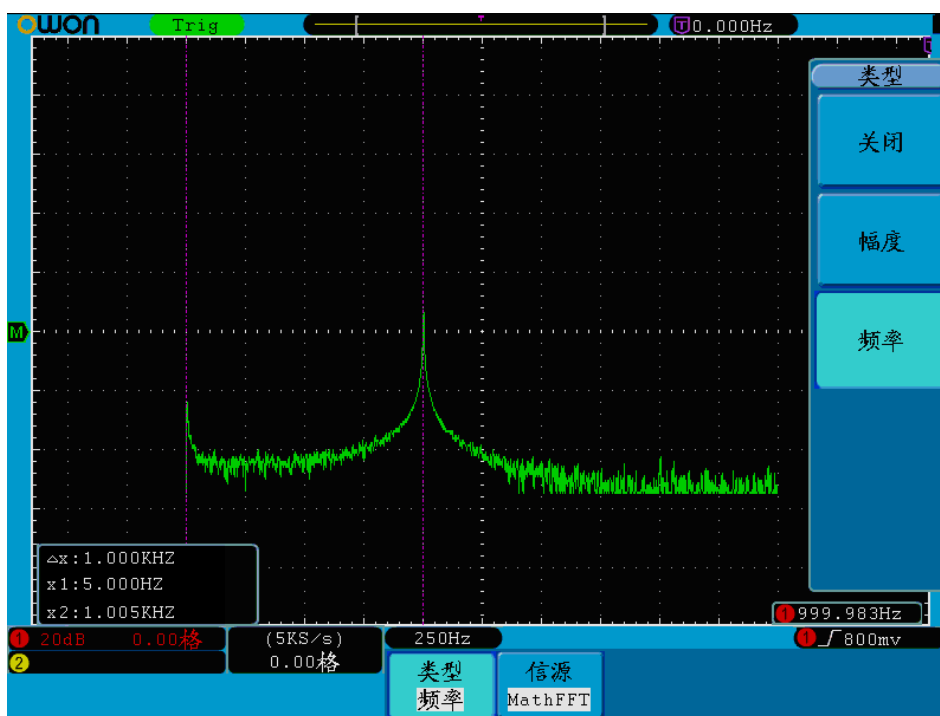

图5-55: 频率光标测量波形
3. 根据被测波形，分别转动两个通道的 **垂直位置** 旋钮调整光标1、光标2的位置，增量窗口显示两光标的差值及它们当前的位置。见图5-55：